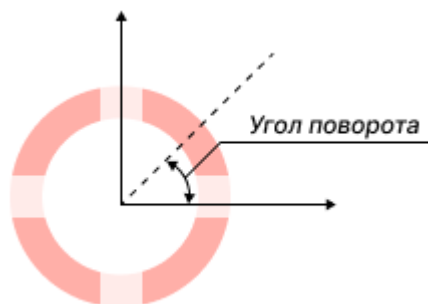

Рис. 191 Поворот апертуры
- Угол поворота – величина угла поворота горизонтальной осевой линии апертуры против часовой стрелки. Значение может быть задано в диапазоне $0 - 359^\circ$ с шагом 1° , см. Рис. 191.